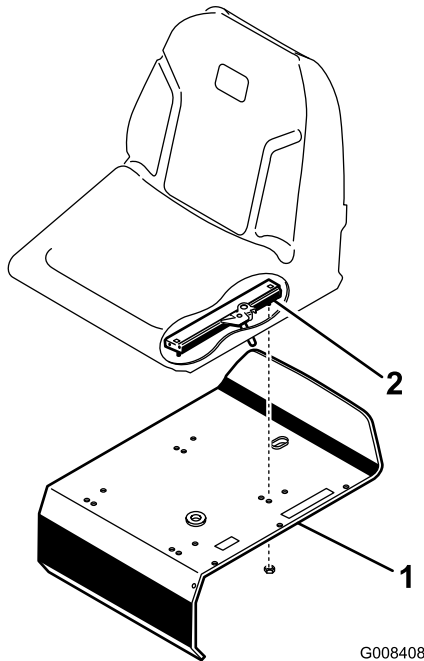

Figure 4
3. Fixez le siège, le panneau de siège et les glissières de siège au support de siège avec les contre-écrous (5/16") (Figure 4) fournis avec les pièces détachées.